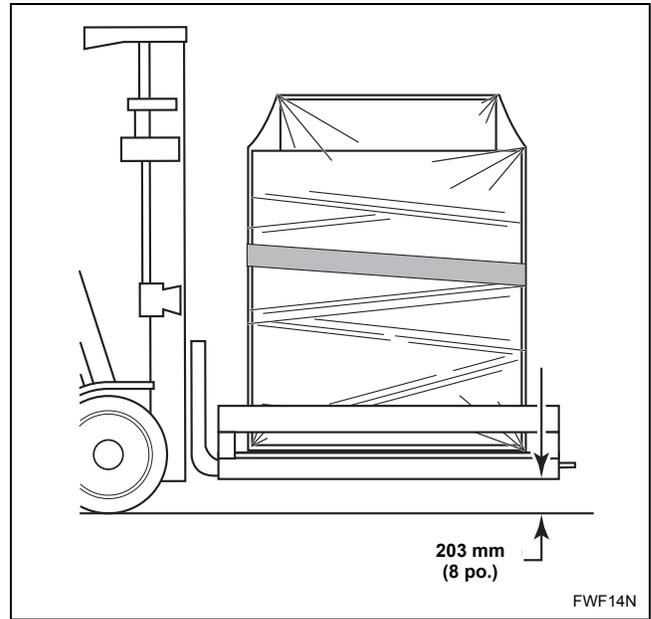

Figure 4
3. À l'aide du chariot élévateur à fourche, soulever avec précaution la machine emballée. Se reporter à la *Figure 4*.